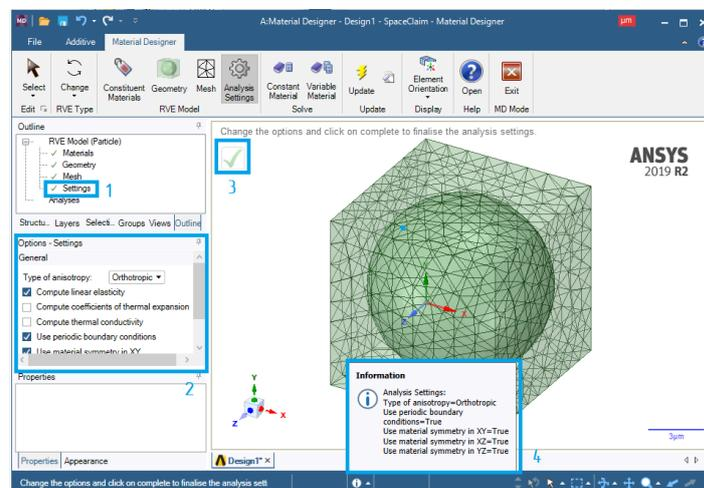

Рис. 11. Выбор характеристик частицы
8. Нажимаем ЛКМ на *Settings* (1). На панели слева (2) можно выставить интересные настройки анализа объемного элемента модифицированной микроструктуры (рис. 11), но в нашем случае, они остаются без изменения. Нажимаем галочку (3) и видим системное окно, предупреждающее о результатах проведенного анализа (4).